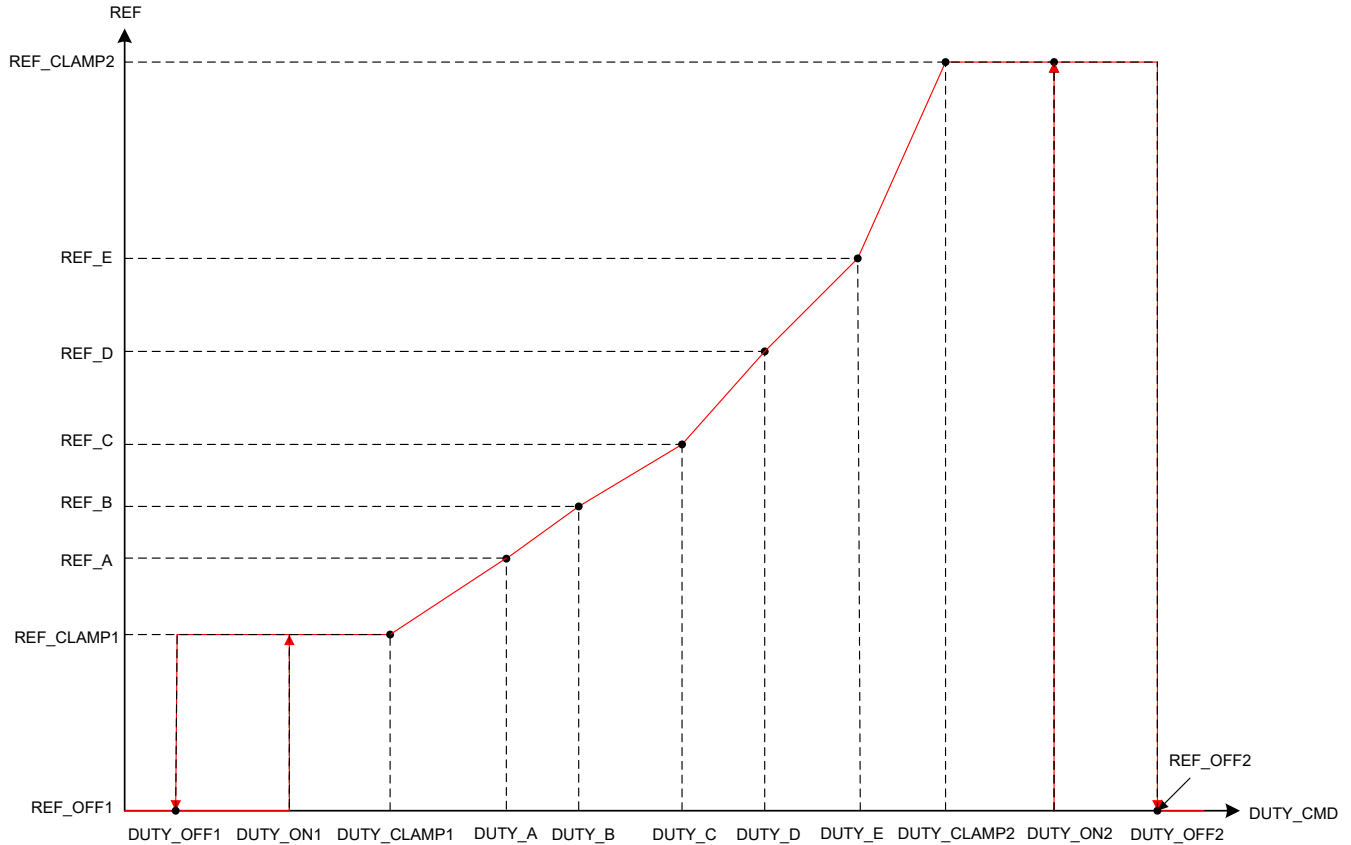

图 7-10. 线性控制曲线
- DUTY\_OFF1 和 DUTY\_ON1 配置基准控制输入 REF\_CLAMP1 和 REF\_OFF1 周围的迟滞，如图 7-10 所示。
- DUTY\_A 配置基准 REF\_A 的占空比命令。基准在 DUTY\_CLAMP1 和 DUTY\_A 之间从 REF\_CLAMP1 到 REF\_A 线性变化。DUTY\_A 到 DUTY\_E 的顺序必须与图 7-10 中所示的顺序相同。
- DUTY\_OFF2 和 DUTY\_ON2 配置基准控制输入 REF\_CLAMP2 和 REF\_OFF2 周围的迟滞，如图 7-10 所示。